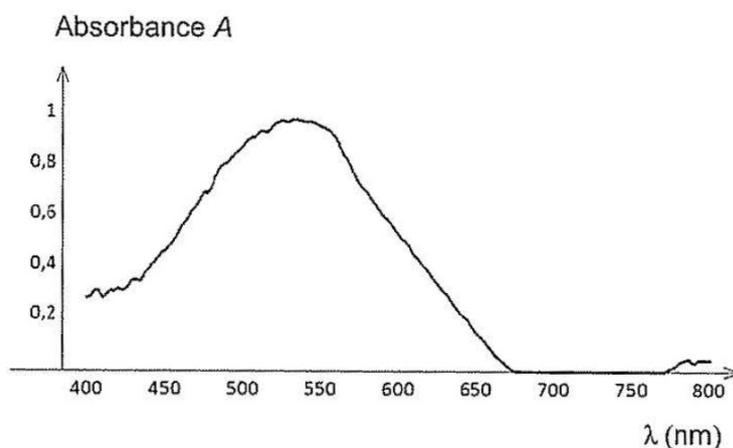

Figure 1 – Spectre d'absorption de l'espèce FeL^+
Le spectre d'absorption de l'espèce FeL^+ est présenté sur la **figure 1** ci-dessous.
7. Indiquer la couleur de l'espèce chimique FeL^+ à partir de son spectre d'absorption (**figure 1**).